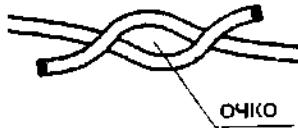

Рис. 2. Полуузел.
**Полуузел** – одинарный перехлест двух концов (рис. 2).
**Очко** – центральная петля, сформированная двумя перекрещенными концами (рис. 2).